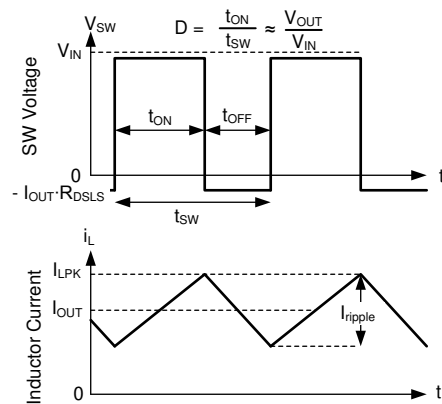

图 7-11. 连续导通模式 (CCM) 下的 SW 电压和电感器电流波形
有关 LM654x0-Q1 的以下运行说明，请参阅节 7.2 和图 7-11 中的波形。两者都以变化的占空比 (D) 打开内部高侧 (HS) 和低侧 (LS) NMOS 开关，从而提供稳定的输出电压。在 HS 开关导通期间，SW 端子电压 V_{SW} 摆动至大约 V_{IN} ，电感器电流 i_L 以线性斜率增加。HS 开关由控制逻辑关闭。在 HS 开关关闭时间 t_{OFF} ，LS 开关打开。电感器电流通过 LS 开关放电，这会强制 V_{SW} 通过 LS 开关两端的压降摆动到地电位以下。稳压器环路调节占空比以保持恒定的输出电压。D 由 HS 开关在开关周期内的导通时间定义： $D = T_{ON}/(T_{ON} + T_{OFF})$ 。